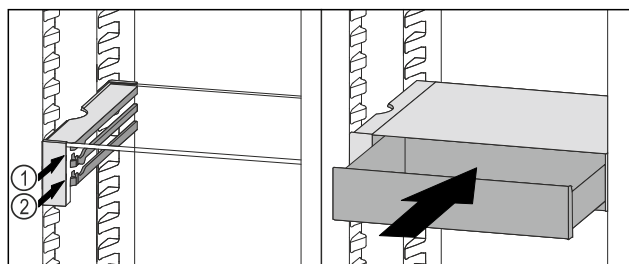

Fig. 70
- ▶ Поставете чекмеджето на VarioSafe зад ограничителите върху желаното ребро Fig. 70 (1) или Fig. 70 (2).